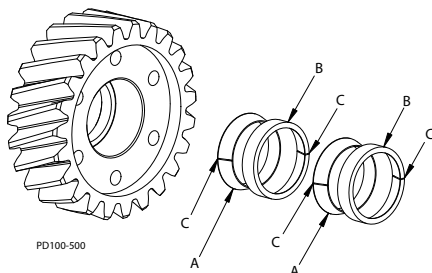

Abb. 60 - Verriegelungsbaugruppe
3. Die Verriegelungselemente (Abb. 61, Einzelheit 25, detailliert in Abb. 60) bestehende aus einem geschlitzten Innenring und einem geschlitzten Außenring. Für ein problemloses Verhalten müssen die Elemente in folgender Reihenfolge montiert werden: Innenring (A), Außenring (B), Innenring (A), Außenring (B) mit den Schlitz in den Ringen (Pos. C) um 180° versetzt, wie in Abb. 60 gezeigt.